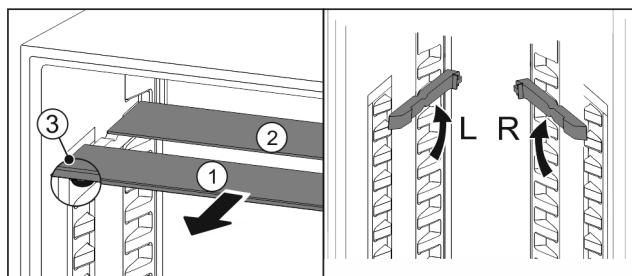

Fig. 127
- ▶ Sortir les tablettes par l'avant Fig. 127 (1).
- ▶ La tablette en verre Fig. 127 (1) avec bordure décorative est située à l'avant.
- ▶ Les butées Fig. 127 (3) sont orientées vers le bas.